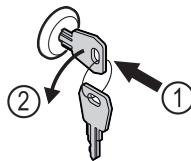

Fig. 185
- Inserire la chiave. Fig. 185 (1)
- Ruotare la chiave di 90° in senso antiorario. Fig. 185 (2)